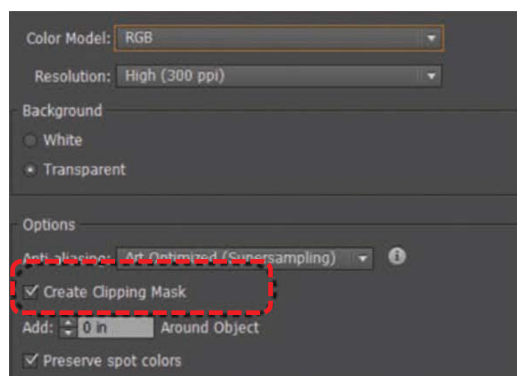

Fig. 17. Setări rasterizare
- Pașii sunt **OBJECT** → **RASTERIZE** → **CREATE CLIPPING MASK** → **OK** (fig. 17).